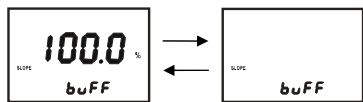

图 7-3
3、零点校准完成后,将电极从标准缓冲液中取出,清洗干净,然后将电极放置在相对静止的空气中,等待 5 分钟。待仪表显示数值稳定后按下 CAL 键,仪表显示屏上排将显示 100.0%数值跳闪,下排有 buFF,且屏幕左下角有 SLOPE 显示,仪表显示如图 7-3 所示: